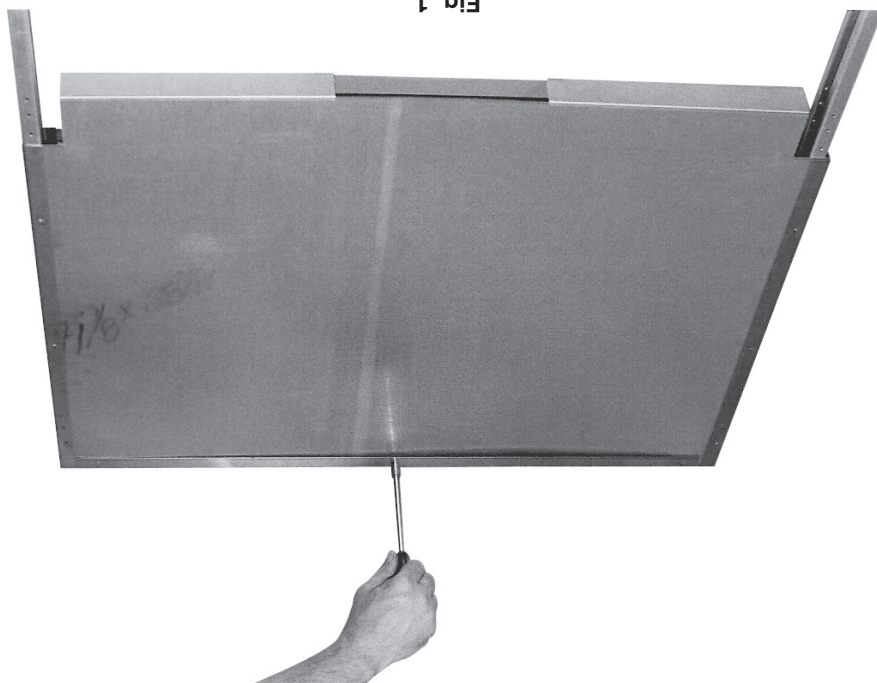

Fig. 1
3. Fixer l'écran thermique au panneau anti-éclaboussures (Fig. 1). Insérer le bord supérieur de l'écran dans la bordure supérieure arrière du panneau anti-éclaboussures.